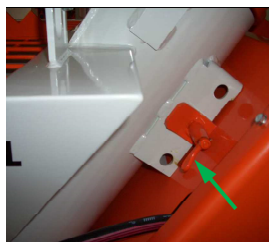

Fig. 21: Aprire il gancio a scomparsa
3. Staccare i collegamenti dei cavi e dei tubi flessibili. Aprire il gancio a scomparsa (fig. 21). Separare la tramoggia dal telaio.